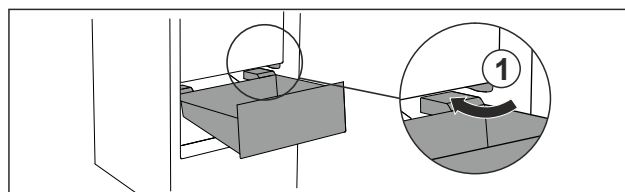

Fig. 102
- ▶ Før skuffen skråt omkring stoppene Fig. 102 (1).